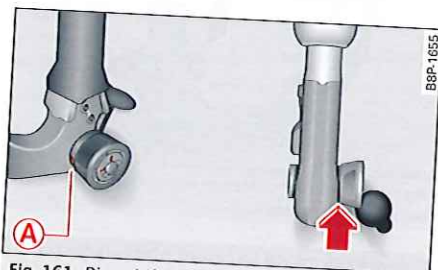

Fig. 161 Dispositif d'attelage amovible : contrôle de sécurité
- ▶ Vérifiez si le repère vert Ⓐ ⇒ fig. 161 de la molette se trouve dans la zone du repère noir de la boule d'attelage.